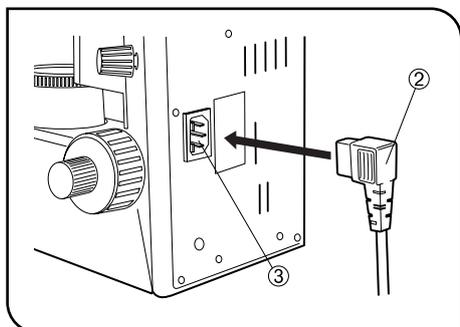

Fig. 31
8 Ligar o cabo de alimentação (fig. 31 e 32)
1. Ligue a ficha do cabo de alimentação ② à tomada AC ③. (Fig. 31)